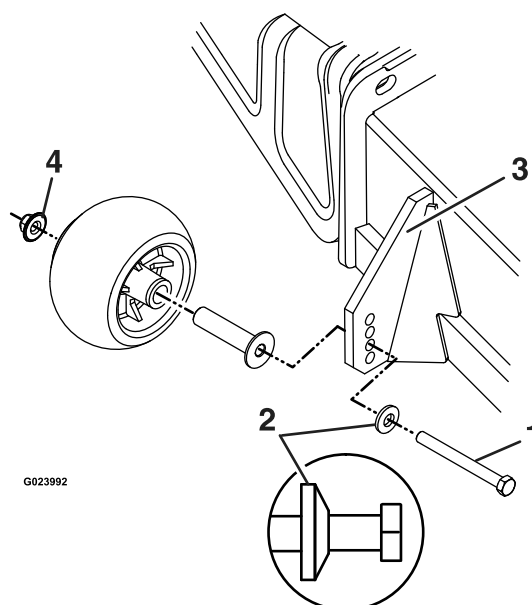

Figure 20
- A. Vérifiez que les boulons des galets, assortis de la rondelle élastique, sont en place entre la tête du boulon et le support de fixation (voir Figure 20).